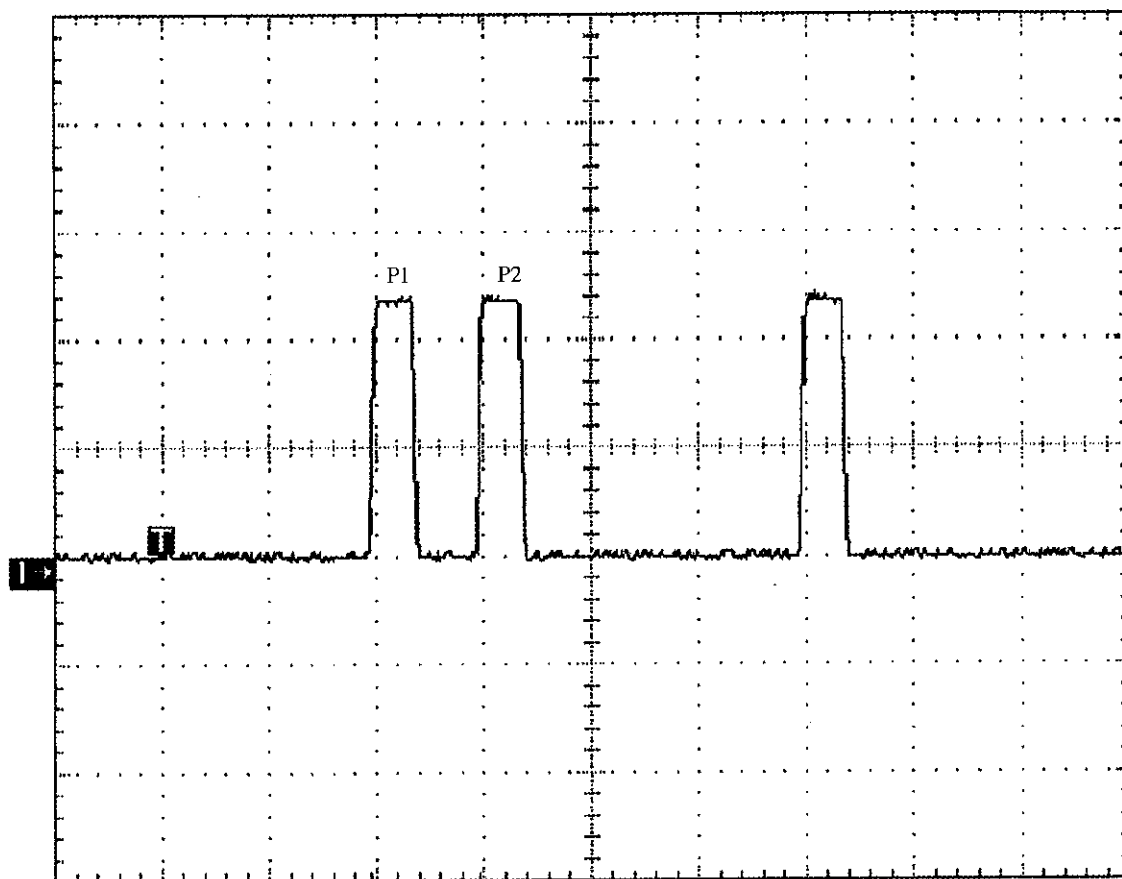

图 3
c) 调节示波器使其输出稳定波形, 观察波形如图 3 所示, 测量脉冲宽度和 P1 与 P2 脉冲的间隔, 将结果填入附录 C 表 C5 中。